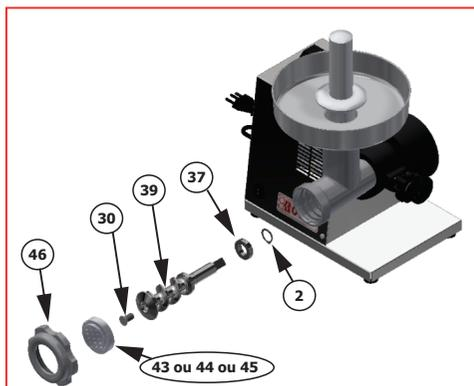

Figura 5
- Encaixe o corpo da boca (6) no redutor (42) e aperte o manipulador 3/8" x 1.1/2" (28).
- Após, coloque dentro do bocal (6) o caracol B05 (39) com o parafuso (30) e o rolamento (37) fixado com o anel elástico (2).
- Em seguida insira a Trafila escolhida (43 ou 44 ou 45) e fixe-o com o volante (46), conforme *figura 5*.